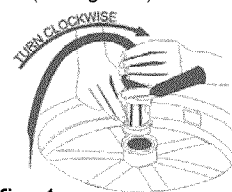

fig. 1
1. Assurez-vous que la poignée noire du manchon de raccordement est fermée (vers le haut) avant de le brancher sur le dessus du barillet de bière. Introduisez le manchon de raccordement dans le col de verrouillage du barillet de bière et tournez dans le sens des aiguilles d'une montre 1/4 de tour afin de le verrouiller. (voir figure 1)